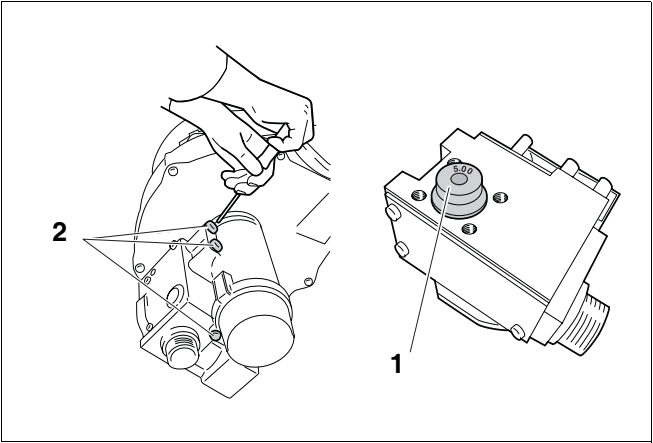

Abb. 55 Gasarmatur
- Schrauben vom Venturi (Abb. 55, **Pos. 2**) lösen und Gasarmatur vom Venturi abziehen.
- Gasdüse (Abb. 55, **Pos. 1**) aus der Gasarmatur herausnehmen.